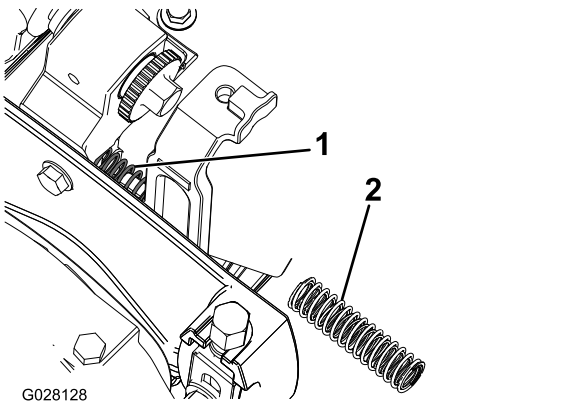

图7
- 5. 用尖嘴钳卸除滚刀组两侧的现有压缩弹簧并用新的内、外压缩弹簧更换 图7。